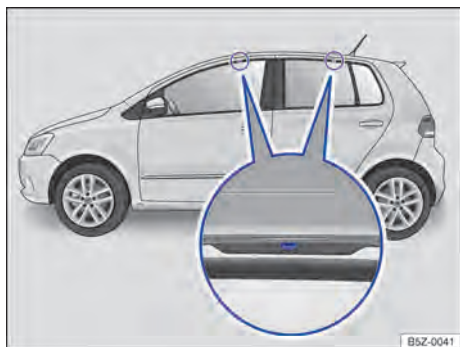

Fig. 80 Pontos de fixação dos suportes de base do bagageiro do teto (ambos os lados)
A figura $\Rightarrow$ Fig. 80 ilustra, como exemplo, os suportes longitudinais do modelo Novo Fox. O modelo Novo Fox Pepper segue o mesmo conceito.
Os furos ou marcações dos pontos de fixação dos suportes de base ficam visíveis com a abertura das portas (dianteiras e traseiras) do veículo e encontram-se no lado nas vigas do teto $\Rightarrow$ Fig. 80 (lupa). Os furos ou marcações para fixação atrás encontram-se no lado inferior das vigas do teto $\Rightarrow$ Fig. 80 (lupa direita).
- Fixar os suportes de base somente nas marcações indicadas na figura $\Rightarrow$ Fig. 80.